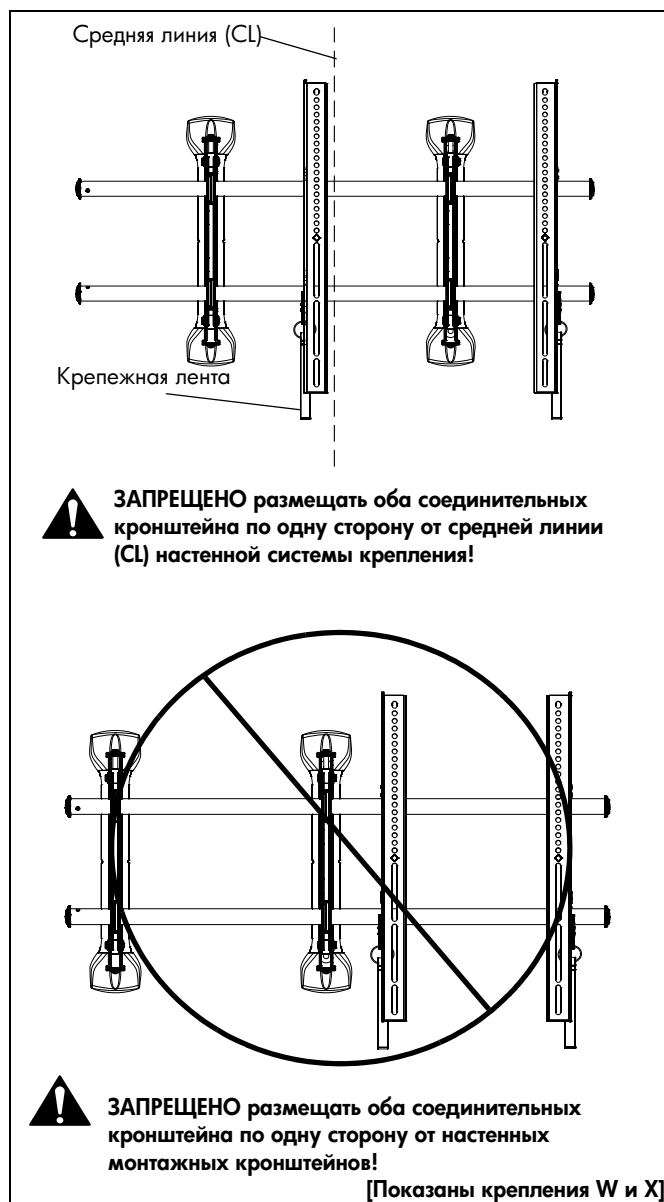

рис. 8
2. Отрегулируйте длину крепежной ленты Velcro® (при необходимости) так, чтобы она не выступала за нижний край экрана. (См. рис. 8)
ПРИМЕЧАНИЕ. ЗАПРЕЩЕНО размещать оба соединительных кронштейна (W и X или Y и Z) по одну сторону от настенного монтажного кронштейна. (См. рис. 8)
ПРИМЕЧАНИЕ. НИКОГДА не размещайте оба соединительных кронштейна (W и X или Y и Z) по одну сторону от средней линии настенной системы крепления! (См. рис. 8)